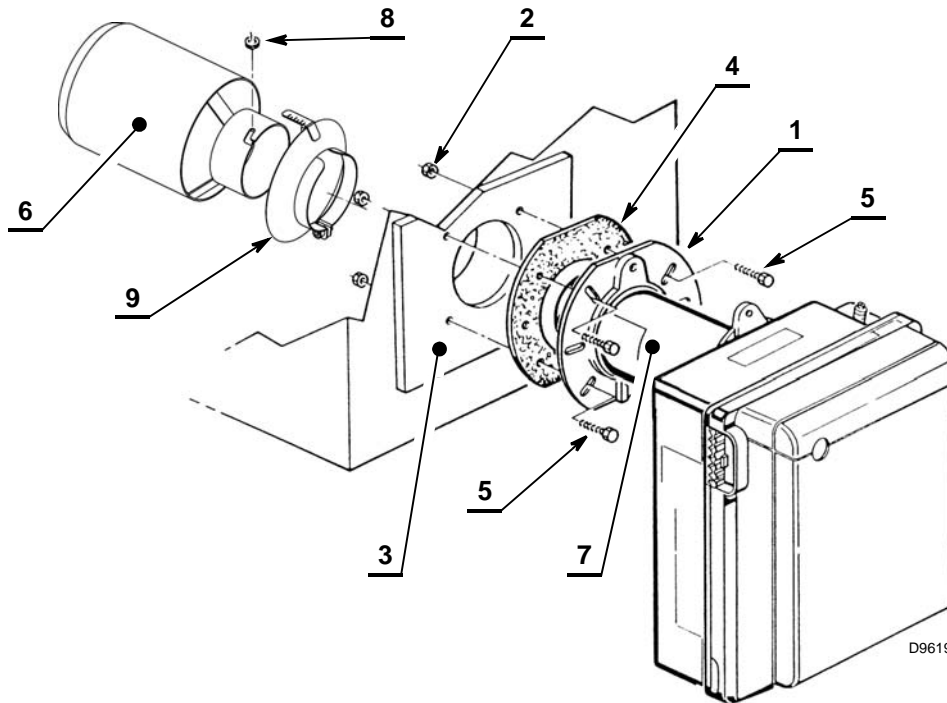

Abb. 7
- An der Heizkesseltür 3) (Abb. 7) den Flansch 1) mit den Schrauben 5) befestigen und (bei Bedarf) die Muttern 2) unter Einfügen der Isolierdichtung 4) anbringen;